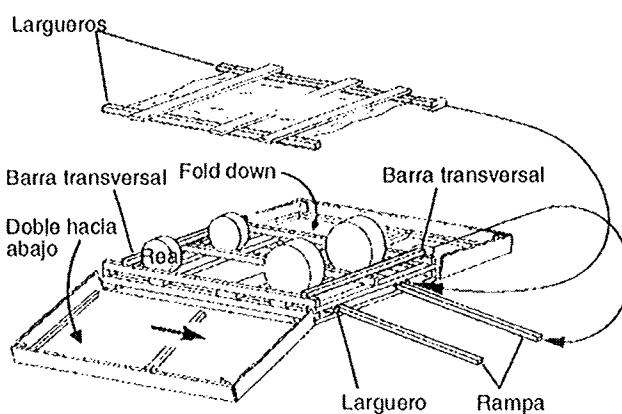

FIGURA 2
- Inserte los largueros que haya retirado del chasis superior, en el espacio del polín, centrando los largueros bajo las ruedas traseras y las delanteras. Vea la Figura 2.